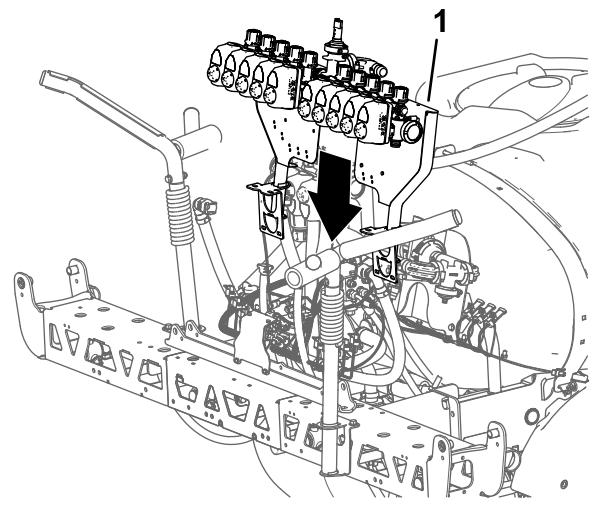

图107
1. 使用具备指定提升能力的提升设备提起阀门安装架和喷洒阀总成将其与中间喷洒段上方对齐图107。